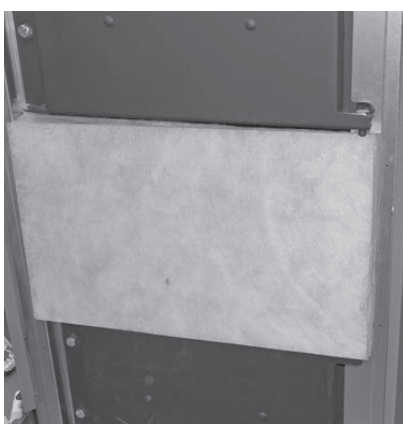
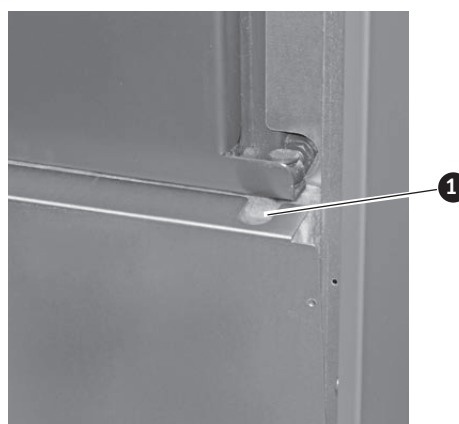

Fig. 72 Isolierung aufstecken (nur bei PuroWIN PW 24–60)
Fig. 73 Ausklinkung muss bei Türlager sein
- ▶ Isolierung aufstecken (Fig. 72) und Verkleidung unter der Brennraamtür, Ausklinkung oben muss bei Türlager sein (Fig. 73) mit 4 Blechschrauben montieren – Fig. 74.